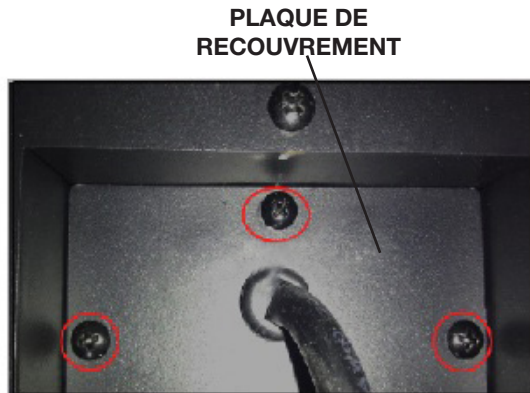

Fig. 1
- Retirez la plaque de recouvrement située sur le côté droit de l'appareil par retirez les 3 vis (**Fig. 1**).
- Réinstallez la plaque de recouvrement l'aide des 3 vis (**Fig. 1**).